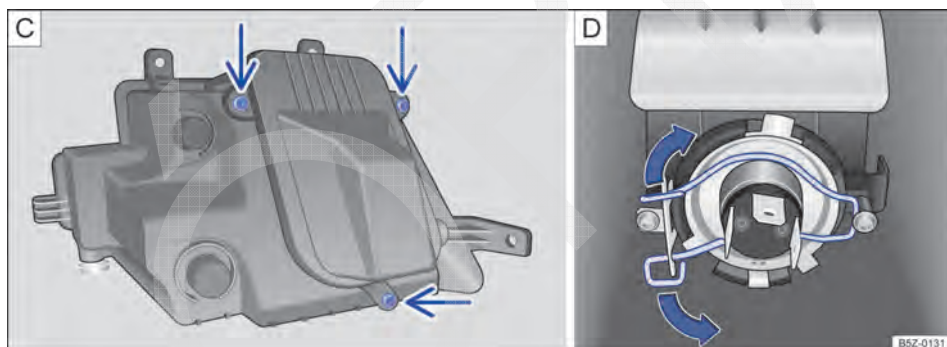

Fig. 205 No para-choque dianteiro: **C** retirar os parafusos da cobertura da lâmpada e **D** lâmpada do farol de neblina.
6. Retirar os parafusos indicados pelas setas → Fig. 205 **C**, para acessar a lâmpada do farol de neblina.
8. Comprimir a mola de travamento no sentido da seta → Fig. 205 **D** e deslocá-la para deslizar a lâmpada.